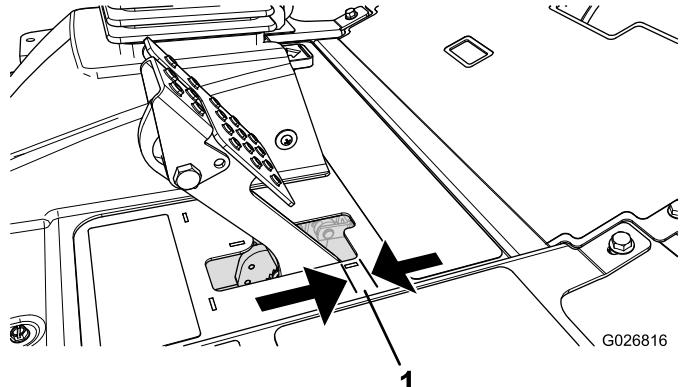

Bild 97
Stellen Sie die Bremsen ein, wenn das Bremspedal mehr als 2,5 cm Spiel hat, oder wenn die Bremsen nicht mehr gut genug greifen (Bild 97). Als Spiel gilt der Abstand, den das Bremspedal zurücklegt, bevor ein Bremswiderstand spürbar ist.
2. Ziehen Sie die hintere Mutter an, um den Zug nach hinten zu bewegen, bis das Bremspedal ein Spiel zwischen 0,63 mm bis 1,27 cm aufweist, bevor die Radsperrre auftritt (Bild 97).